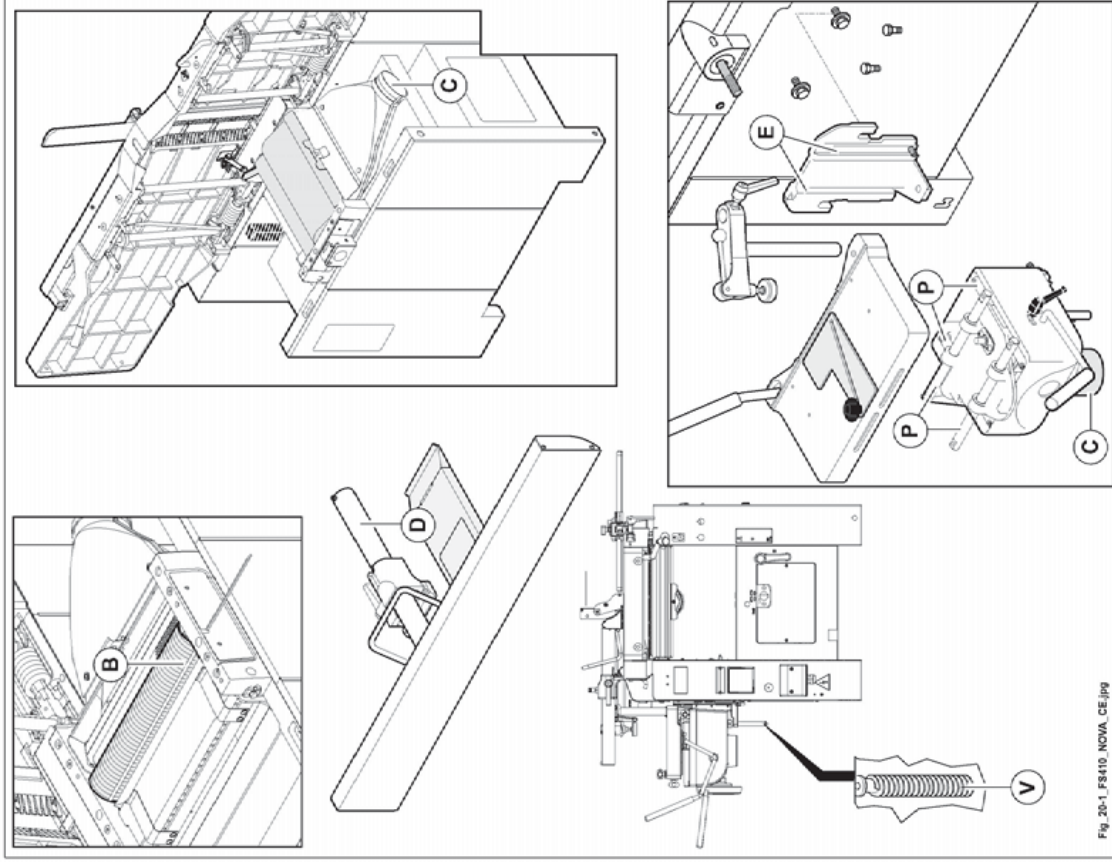

Abb. 20.1
- absaugen (C Abb. 20.1) durch Prüfen, dass keine Verschlüsse bestehen;
- messer (B Abb. 20.1) der Messerwelle;
- die Gleitstange (D Abb. 20.1) des Fügeanschlags;
- die Elemente mit Schwalbenschwanz (E Abb. 20.1) für das Gleiten der Längslochbohrvorrichtung (OPT);
- die Gleitstangen (P Abb. 20.1) der Längslochbohrschne (OPT);
- die Hebeschrauben (V Abb. 20.1) der Längslochbohrvorrichtung (OPT).